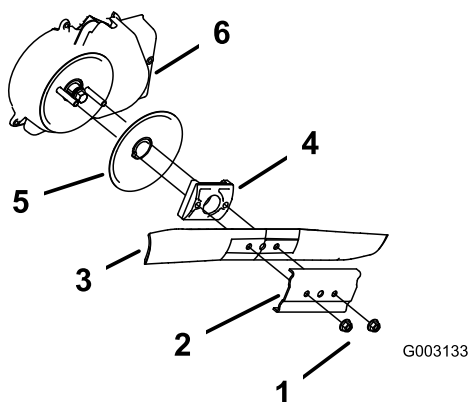

Figure 45
3. Retirez les 2 écrous de la lame et le renfort (Figure 45).
4. Déposez la lame (Figure 45).
5. Déposez le dispositif d'entraînement de la lame et le disque (Figure 45).
6. Déposez la protection de l'embrayage du frein de lame (Figure 45).
10. Reposez la lame et le renfort déposés précédemment (Figure 45).